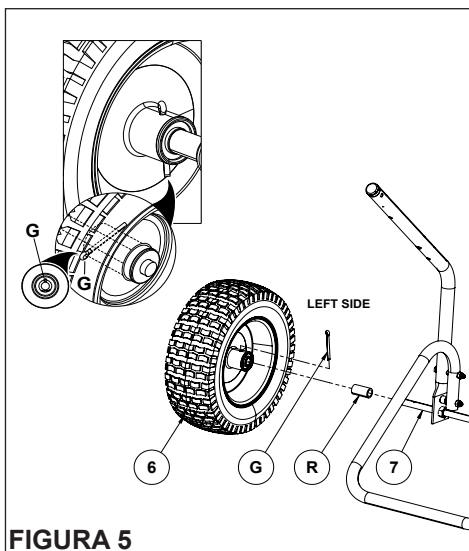

FIGURA 5
PASO 5: (VEA LA FIGURA 5)
- Deslice el espaciador (R) y el conjunto de la rueda (6) sobre el eje (7).
- Fije el conjunto de la rueda utilizando el pasador de chaveta (G), como se ilustra en la Figura 5.
- Abra las puntas del pasador de chaveta (G).